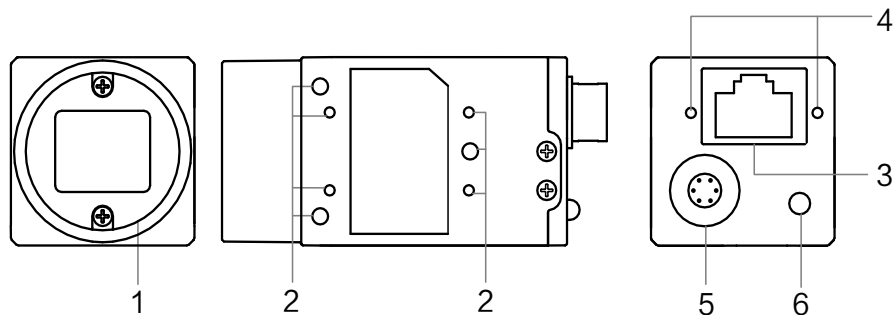
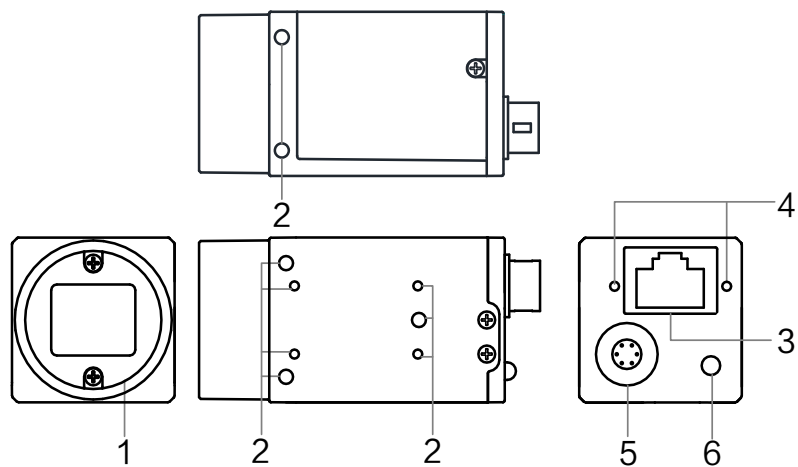

图4-1 29 mm×29 mm×42 mm
图4-2 29 mm×29 mm×42 mm (可四面固定)
- 图 4-1 为尺寸 29 mm×29 mm×42 mm 的千兆网口面阵相机外观。
- 图 4-2 为尺寸 29 mm×29 mm×42 mm 且可四面固定的千兆网口面阵相机外观。
- 29 mm × 29 mm × 42 mm (图 4-1 和图 4-2)